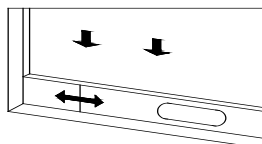
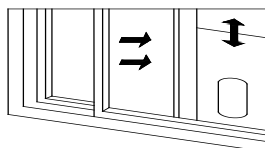

Figure 2
Figure 3
- 1) Ouvrez à moitié la fenêtre et montez l'assemblage de la plaque d'étanchéité de la fenêtre sur la fenêtre (comme illustré sur les Fig.2 et Fig.3). Les composants peuvent être placés dans le sens horizontal et vertical.